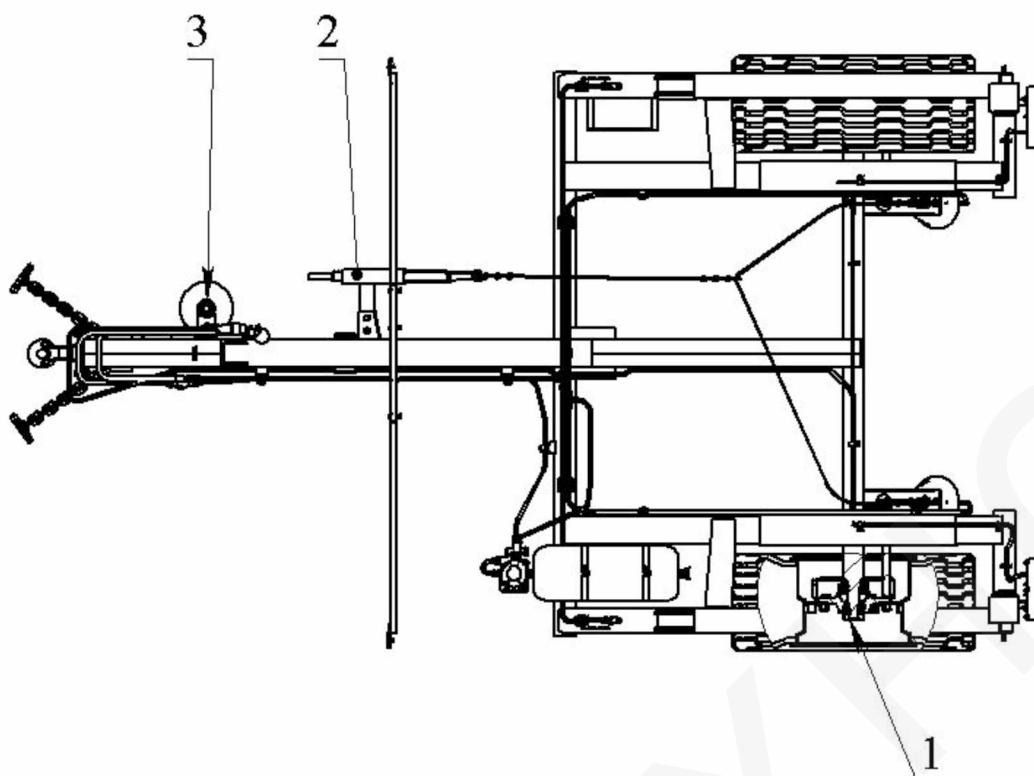

Рисунок 8.1 – Схема смазки
| Произвести смазку полуприцепа согласно схеме смазки (рисунок 8.1 и таблица 6) | Отсутствие смазки не допускается | Комплект инструмента Шприц |
| Произвести смазку полуприцепа согласно схеме смазки (рисунок 8.1 и таблица 6) | Отсутствие смазки не допускается | Комплект инструмента трактора Шприц |
8.5 При проведении технического обслуживания и при снятии с хранения произвести смазку прицепа в соответствии со схемой смазки (рисунок 8.1) и картой смазки (таблица 6).